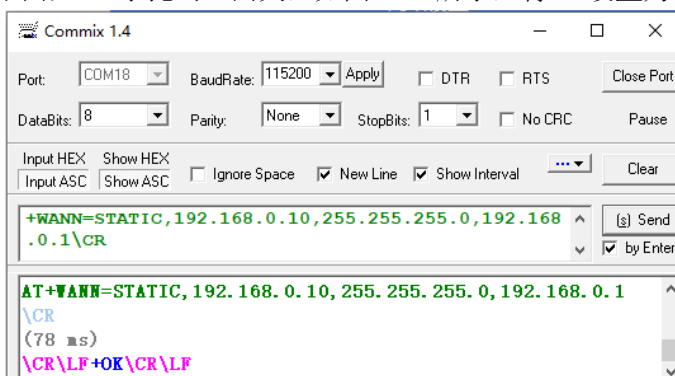

图 13-5 设备网络参数设置界面
- 3) 设置设备网络 IP、子掩码、网关，如图 13-5 所示，将 IP 设置为 192.168.0.10；